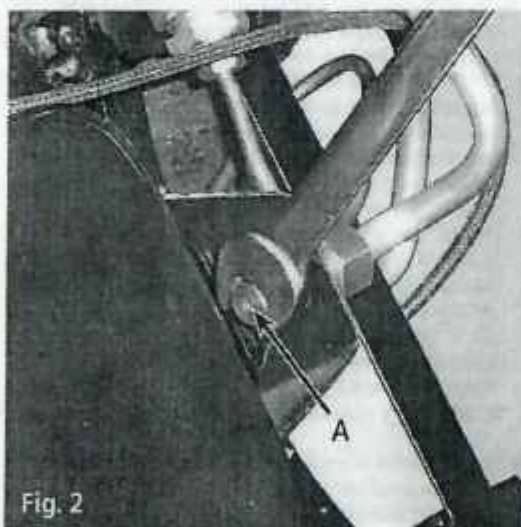

Fig. 2
- 2 Reemplace el inyector "A" del quemador por el inyector provisto, utilizando una llave fija de 7 mm (Fig. 2)